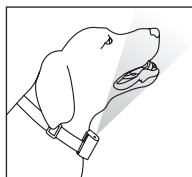

Fig. 2
- Doe uw staande hond de halsband zo om dat de sprayopening loodrecht op de neus staat (Fig. 2) en stel hem op de juiste maat in.